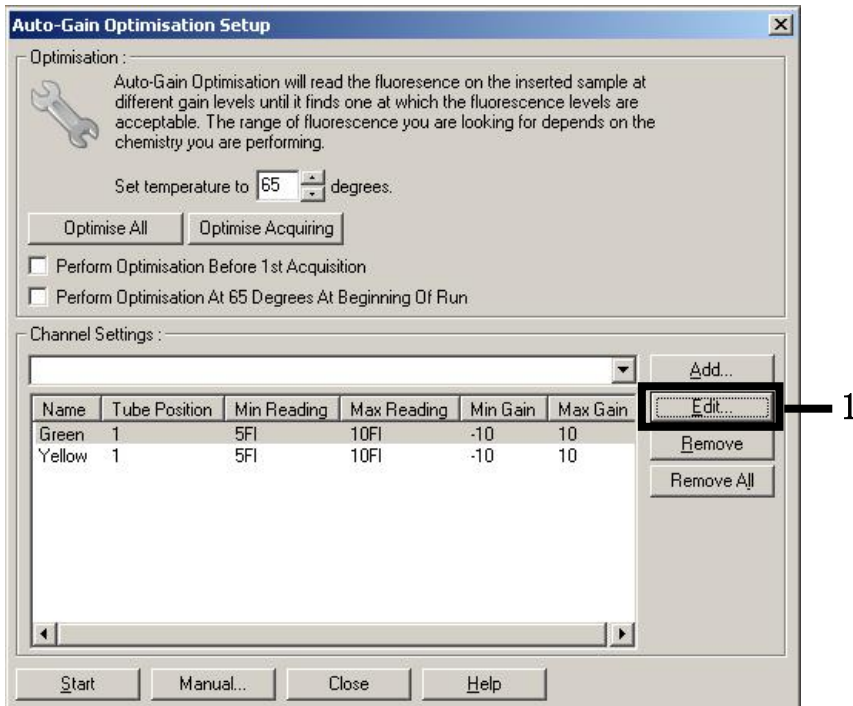

図 1. 手動による蛍光チャンネル強度の調整マルチアッセイ (CMVとEBV) を対象とした複数のチューブ位置で、各蛍光チャンネルの強度を調整します。
1. [Edit (編集)] (図1) をクリックして、蛍光チャンネルを編集します。